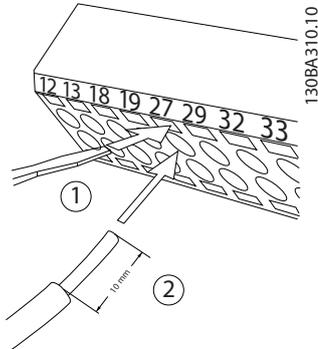

図 2.21 コントロール配線の接続
1. 図 2.21 で示されるように、小型のドライバーを接点の上あるいは下側のスロットに挿入して、接点を開きます。